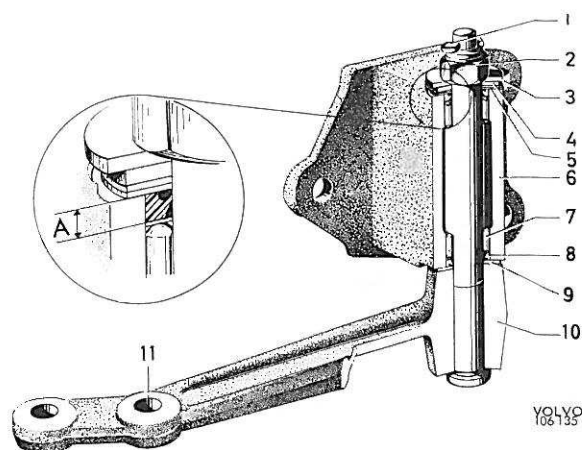

Figure 38. Montage du bras intermédiaire, type 1
Le montage du bras intermédiaire (10) existe dans différents types. On les groupe dans trois types principaux représentés respectivement sur les figures 38, 39 et 40. Le type 1 est muni de roulements à aiguilles dont ceux de modèles récents sont dépourvus de graisseurs et doivent être graissés seulement lors de la remise à neuf. Le type 2 est monté sur des bagues qui doivent être graissées régulièrement. Le type 3 possède une bague qui est montée sur un axe dans le support. Cette bague est constituée par trois parties, une bague caoutchouc avec enveloppe extérieure de tôle et tout à fait à l'intérieur une douille d'écartement. La douille extérieure est ajustée pressée dans l'alésage du bras intermédiaire. Au pivotement du bras intermédiaire, il y a un mouvement de déplacement entre la douille extérieure et la bague caoutchouc entre lesquelles se trouve le lubrifiant qui est mis une fois pour toute. Ce type de montage du bras intermédiaire est donc à graissage nul.